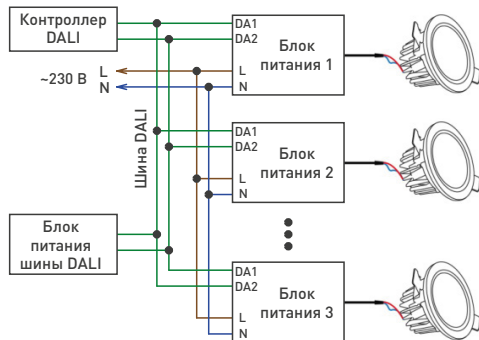
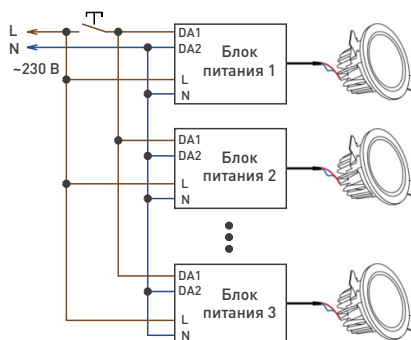

Рис. 2. Схема соединения блоков питания при использовании управления DALI
Рис. 3. Схема соединения блоков питания при использовании управления PUSH DIM
- 3.5. Выполните подключение сигналов управления к клеммам DA 1 и DA 2 и проводов питания от сети ~230 В к клеммам L (фаза) и N (ноль) в соответствии с используемой схемой управления — DALI или PUSH DIM (см. рис. 2 и рис. 3).